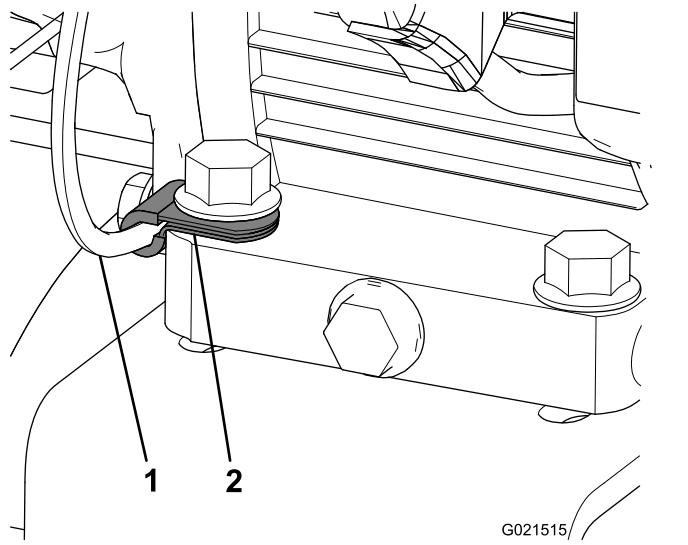

Figure 5
- Fixez le clip neuf au câble d'accélérateur et boulonnez-le au support de conversion du moteur avec le boulon restant (Figure 5).